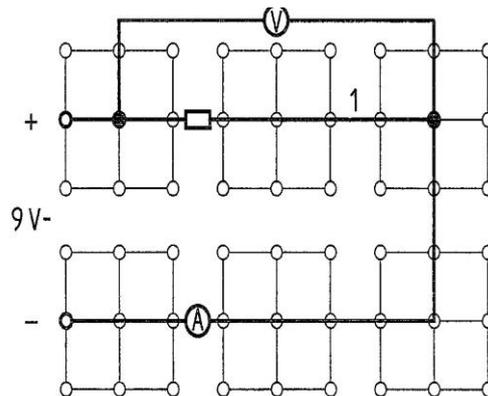

Figura 5.4: Conexión en serie de dos lámparas parte 2
4. Monte el experimento de la Figura 5.4 utilizando inicialmente la resistencia R1 de 47Ω .